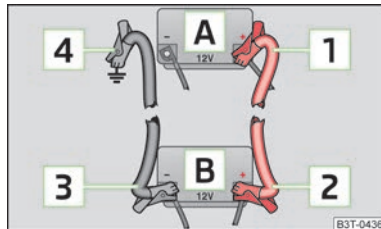

Fig. 135
- Prindeți un capăt **[1]** » fig. 135 la polul plus al bateriei descărcate **[A]**.
- Fixați un capăt **[3]** » fig. 135 la polul minus al bateriei furnizoare de curent **[B]**.